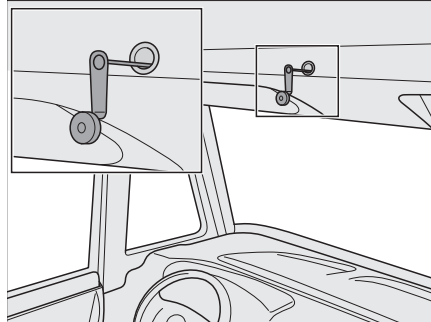

Bild 152 Nödmanövrering för elektrisk höjbar säng
- ▶ Vid strömavbrott kan den elektriska höjbara sängen även manövreras med en nödvev (Bild 152). Veven finns i köksskåpet.